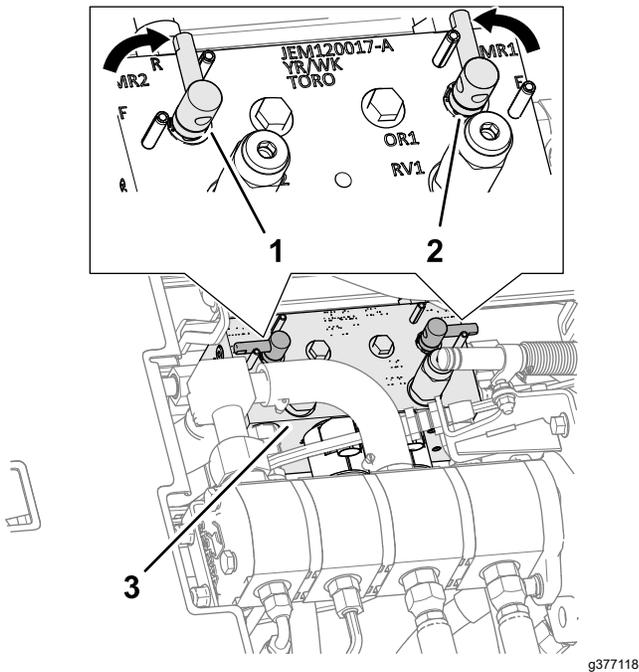

图 116
4. 松开并升起座椅露出剪草机歧管图 116。
5. 将倒磨控制杆移至 R 倒磨位置图 116。